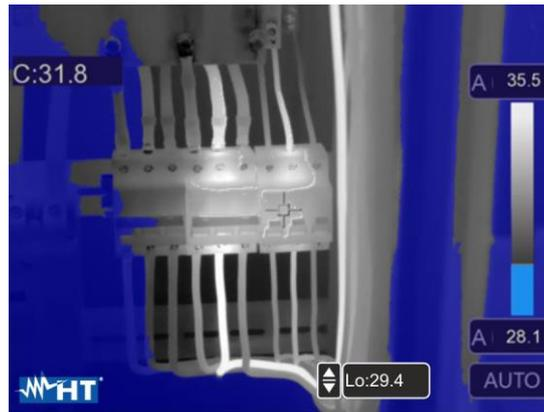

Fig. 42: Selezione isoterma Allarme sotto Temp.
9. Clique nos campos "Hi" e "Lo" na parte inferior do ecrã e utilize as teclas ▲ ou ▼ para definir o valor limite máximo e mínimo da temperatura. A ferramenta mostra os pontos da imagem com temperatura entre o limite "Lo" e o limite "Hi" na cor laranja e os pontos restantes em cinza (ver Fig. 42)